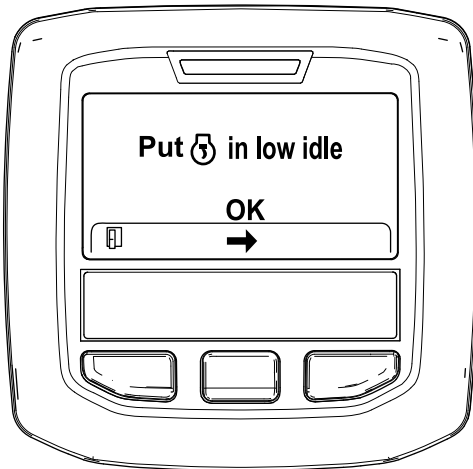

Figura 41
6. Mova o controle da aceleração para RALENTI BAIXO e prima o botão central (Figura 41).